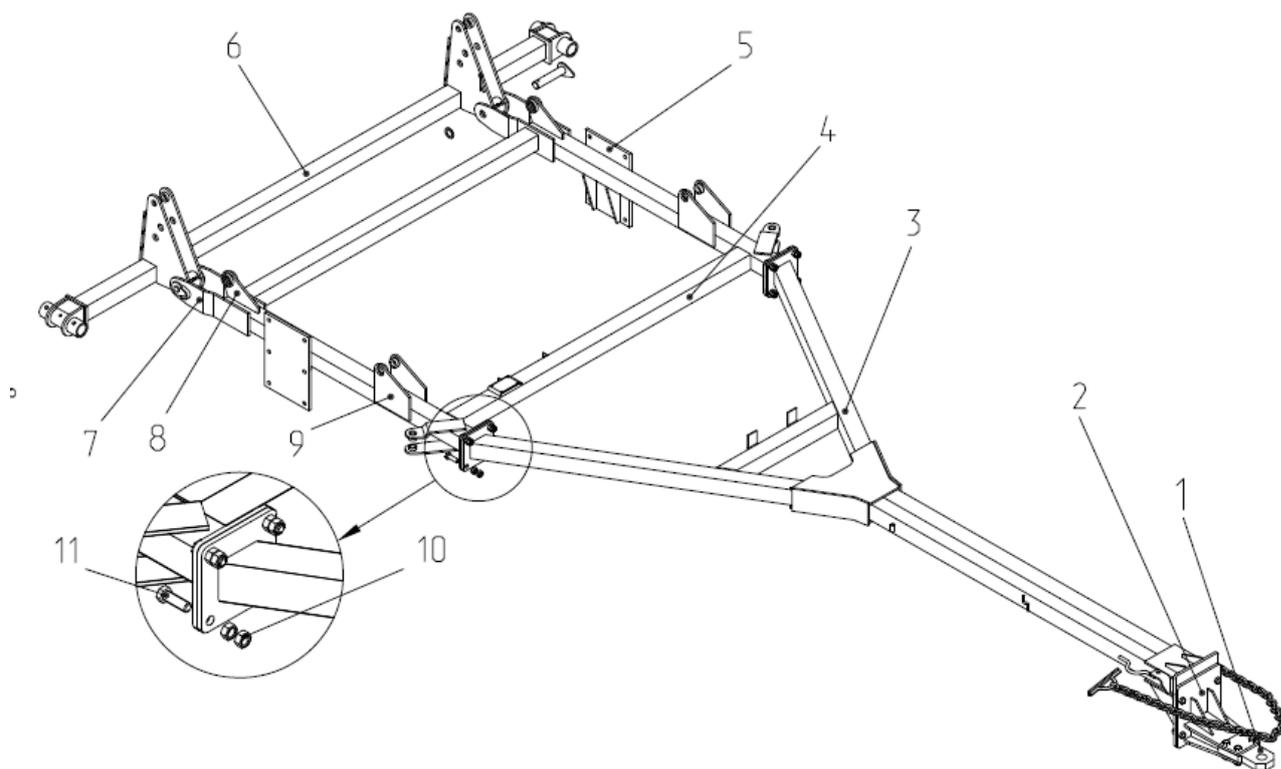

Рис.3 Сница
2.1.2 Сница бороны (рис.3) состоит из дышла 3 и рамы 4, представляющие собой сварные рамные конструкции, соединенные между собой болтами 11. В передней части дышла с помощью болтов М16 закреплен кронштейн 2 с прицепной серьгой 1 для шарнирного присоединения бороны к трактору. На раме приварены щеки 7, фланцы 5 и кронштейны 8 и 9. Щеки 7 служат для шарнирного соединения сницей с центральной балкой, фланцы 5 - для установки центральных колес, кронштейны 9 - для установки гидроцилиндров, кронштейны 8 - для фиксации транспортного положения.
-отсоединять борону в транспортном положении от трактора без установленной стояночной опоры 5 на боковой балке согласно рис.2 и 5 согласно рис.3;